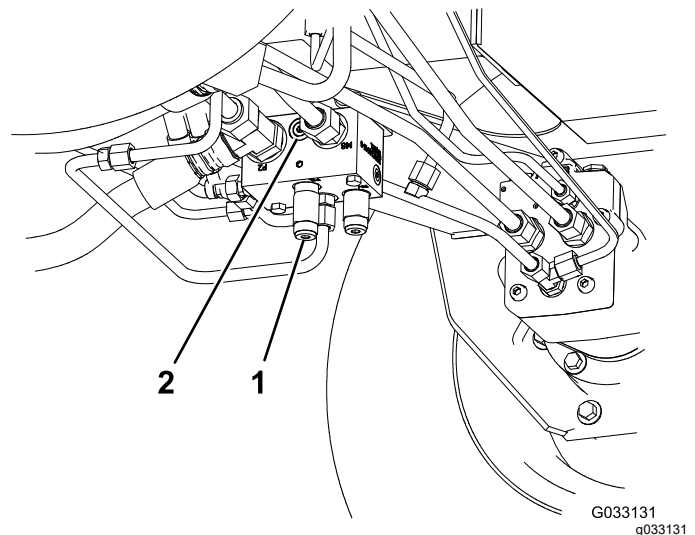

Figura 62
- 95-0985, raccordo dell'accoppiatore (2)
- 340-77, raccordo idraulico (2)
1. Montate un raccordo diagnostico nel foro non marcato situato tra i fori M8 e P2 sul collettore della trazione posteriore (Figura 62).